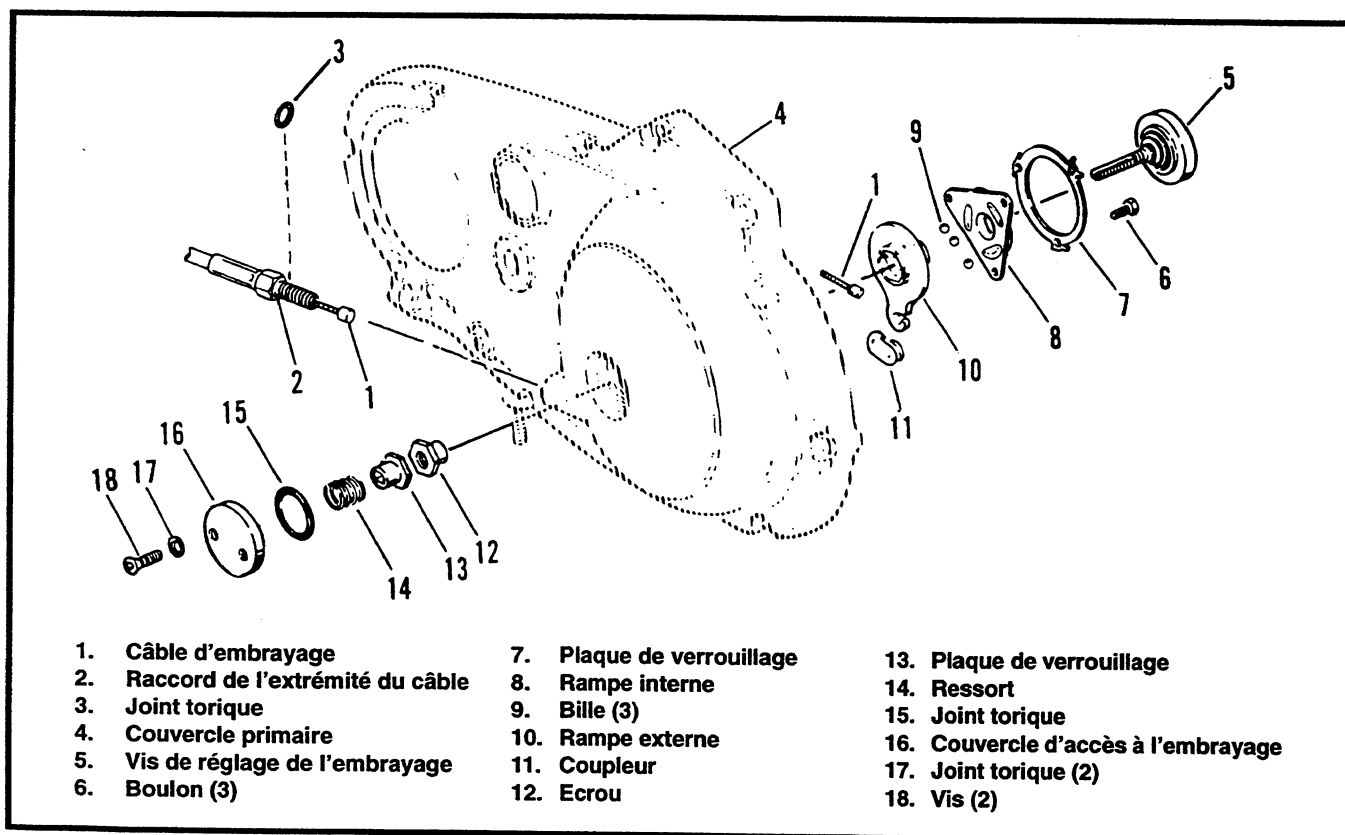

Figure 2-48. Câble d'embrayage – Partie inférieure
Câble d'embrayage – Partie inférieure (Figure 2-48)
1. Voir Figure 2-48. Installez le joint torique (3) par-dessus le raccord (2) de la partie inférieure du câble (1). Faites tourner le raccord dans le sens des aiguilles d'une montre pour l'installer dans le couvercle (4). Serrez le raccord à 3-5 pi-livre (4-7 N.m).
2. Reliez l'extrémité de câble (1) au coupleur (11). Installez le coupleur de câble (avec l'extrémité du câble d'embrayage attachée) à la rampe externe (10).
3. Installez le mécanisme de débrouage (8, 9, 10, et 11) et la plaquette de verrouillage (7) au couvercle (4) à l'aide des boulons (6) ; serrez bien les boulons et de manière uniforme. Tordez les pattes de la plaquette de verrouillage contre le méplat des têtes des boulons (6).